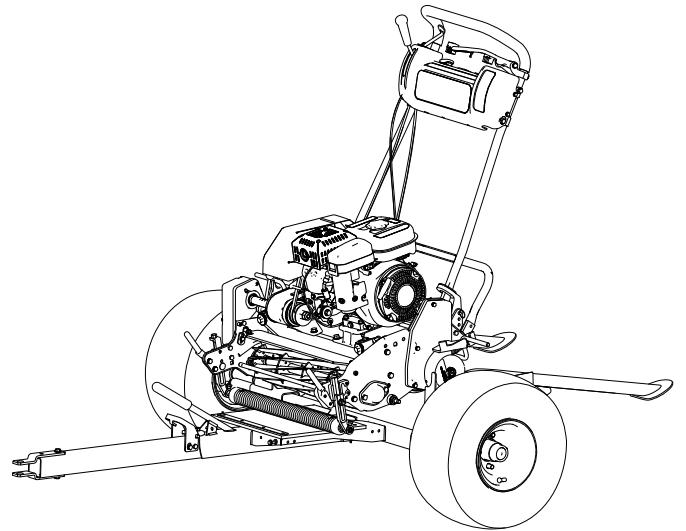

Bild 12
3. Nehmen Sie die Fangkörbe vom Grünsmäher ab, kuppeln Sie den Spindelantrieb aus und stellen Sie die Gasbedienung auf die langsamste Stellung. Fahren Sie den Grünsmäher **langsam** auf den Anhänger, bis er die Radanschläge berührt (Bild 12).
3. Nehmen Sie den Staubdeckel von der Radnabe ab (Bild 12).
4. Entfernen Sie den Splint und die Sicherungsmutter (Bild 12).
5. Entfernen Sie die Nabenmutter, Spindelscheibe und Nabeneinheit von der Achse (Bild 12).
3. Montieren Sie die Lagerschalen und Lager in die Radnabeneinheit wie in Bild 12 dargestellt.
1. Montieren Sie den Wellendichtring, die Radnabeneinheit und Spindelscheibe wie in Bild 12 dargestellt.